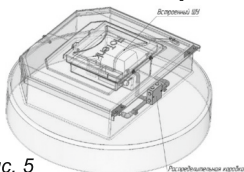

Рис. 5
8. Шкаф управления для станций FloTenk-BioPurit стандартная комплектация - встроенный в крышку изделия (рис. 5)